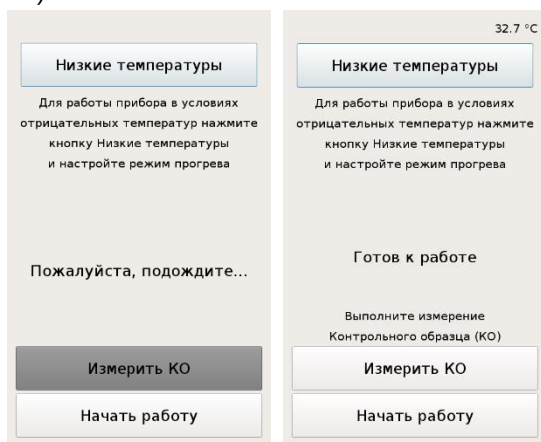

Рисунок 2 Стартовое окно
- 5.1.2. После включения питания на ЖК-индикатор выводится окно с возможностью выбора эксплуатации прибора при низких температурах (Рисунок 2).